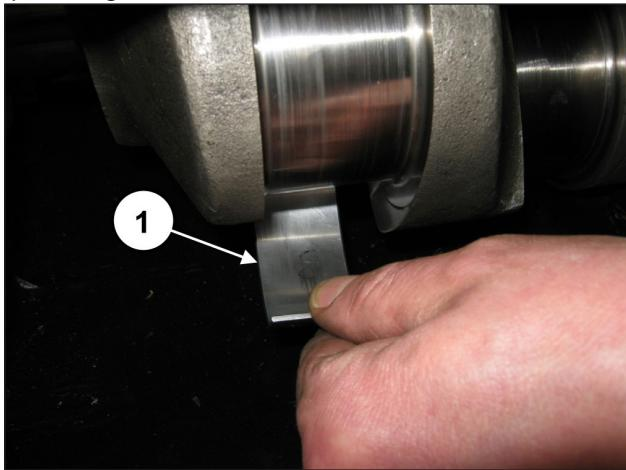

Fig. 20
Extraia os três semi-rolamentos superiores das semi-bielas (pos. ①, Fig. 20).